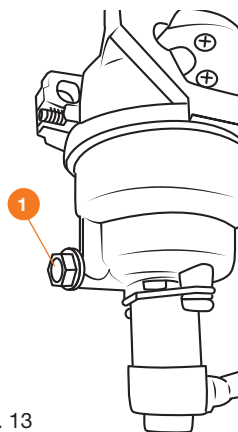

Рис. 13
2. Выверните винт **1** для слива топлива и слейте его остатки в подходящую емкость (Рис. 13).